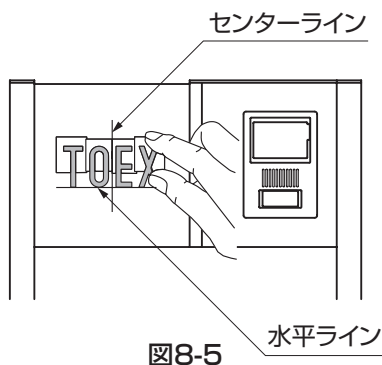

図8-5
- ③水平ラインと文字の位置を合わせて、文字をセンターラインから左右等間隔になるよう仮貼りしてください。（図8-5参照）